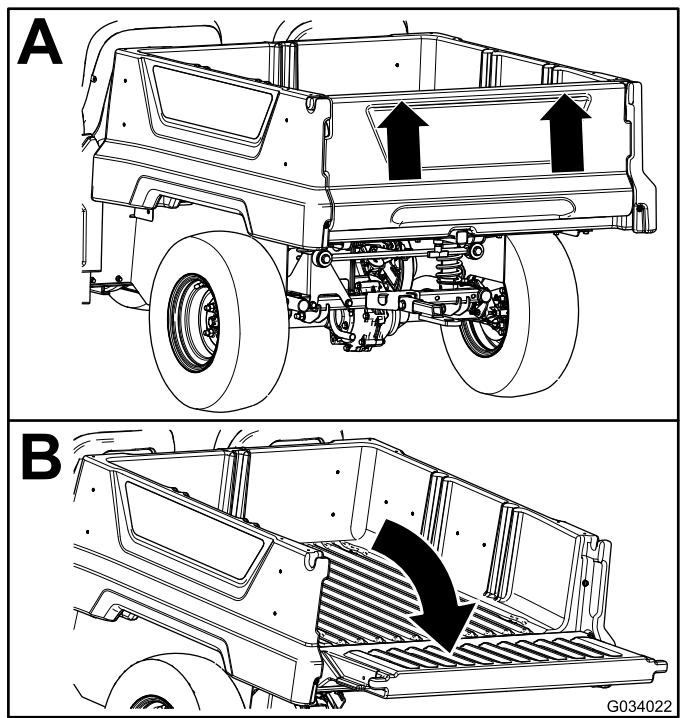

Figura 15
2. Usando ambas manos, levante el portón trasero usando el resalte situado cerca de la parte superior del portón (Figura 15).
3. Baje el portón hasta que quede enrasado con la parte inferior de la plataforma de carga (Figura 15).